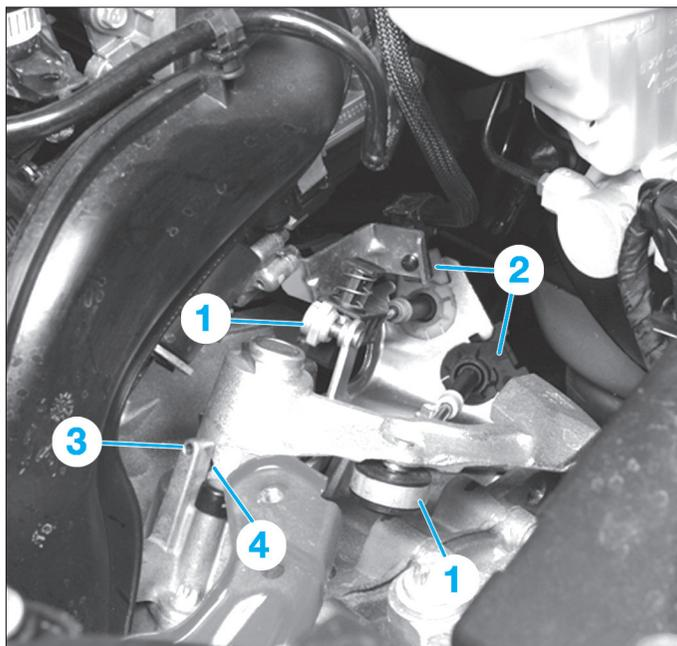

Fig. 2
- Dégrafer les câbles de commande et de sélection des rotules (1) sur le mécanisme de la boîte de vitesses (Fig.2).
- Tirer le verrouillage (2) des arrêts de câbles et dégager les câbles du support.
- Soulever le mécanisme des vitesses jusqu'à ce que l'orifice (3) soit aligné face à l'orifice (4), puis insérer une goupille de 5 mm de diamètre environ et bloquer l'ensemble dans cette position.
- Extraire la goupille de blocage du mécanisme de changement de vitesses sur la boîte (Fig.2).